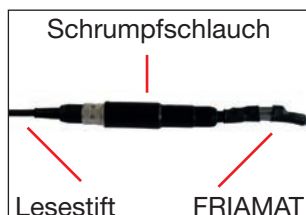

Abb. 4
- Schrupfschlauch (Abb. 4) vorsichtig von Lesestiftadapter (grau) und den beiden Steckerkupplungen (Lesestiftleitung und FRIAMAT Datenleitung) entfernen.